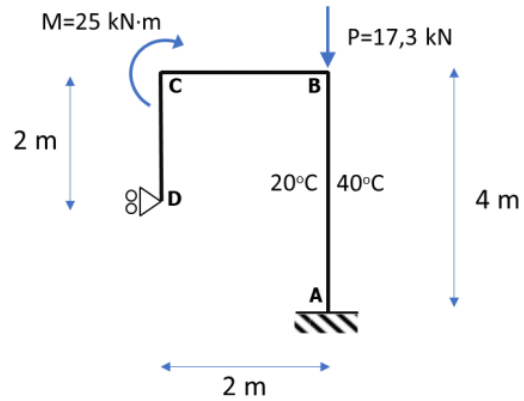

Figura 2
Adicionalmente a la sollicitación térmica anterior, actúan sobre la misma la estructura ABCD una carga puntual P y un momento M, tal y como se indica que se muestra en la Figura 2.
- c) Reacciones en los apoyos de la estructura de la Figura 2
- d) Representación gráfica acotada de las leyes de esfuerzos axiles, cortantes y flectores de la estructura de la Figura 2
- e) Movimientos del nudo C de la estructura de la Figura 2